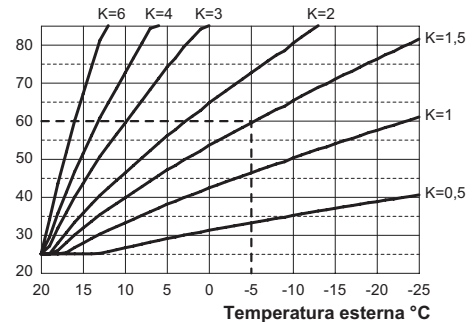

Figura 5.45
Se alla caldaia **È COLLEGATO** il comando remoto (opzionale) riferirsi alla Figura 5.45.
ottimizzare la temperatura di mandata (Figura 5.45).
Es. Per avere una temperatura di mandata all'impianto di riscaldamento di 60°C con una esterna di -5°C si deve settare un K di 1,5 (linea tratteggiata in Figura 5.45).
- Utilizzando i tasti 12 o 13 è possibile modificare il valore del parametro 15 da un minimo di **01** ad un massimo di **60** in base alla curva scelta del coefficiente K in Figura 5.45 (il valore letto sul display corrisponde a valori decimali di coefficienti K).